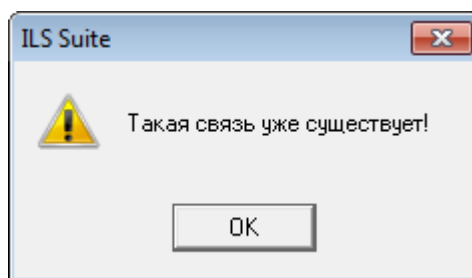

Рис. 14-17 – Связь между бюллетенем и компонентом уже существует
6) Если такая связь уже существует, то выдается предупреждение (рис. 14-17).